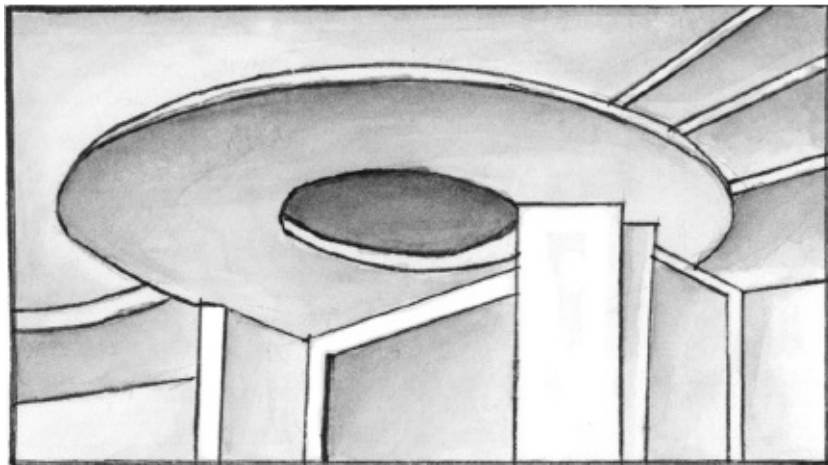

Рис. 13. Многоуровневый потолок для скрытия дефектов базового покрытия
– для скрытия неровностей и дефектов базового потолка (рис. 13): часто перепады бывают настолько заметными, что замаскировать их иначе практически невозможно;